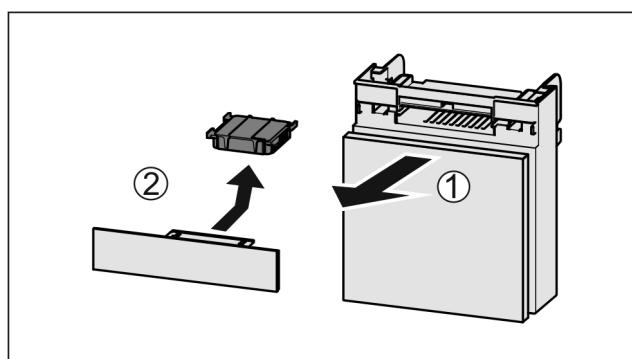

Fig. 164
- Издърпайте Fig. 164 (1) напред от отделението.
- Извадете Fig. 164 (2) филтъра с активен въглен.